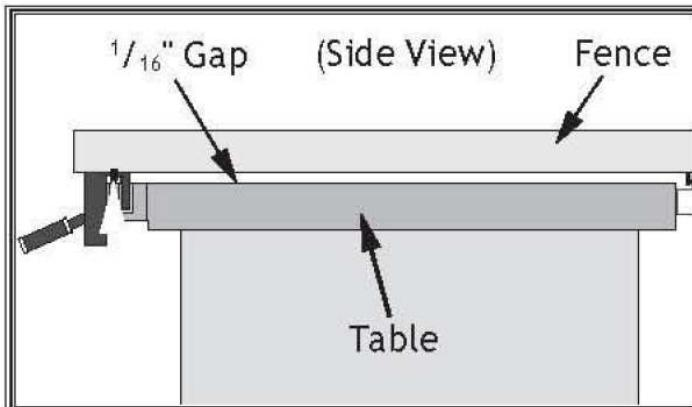

Рисунок 115. Пример регулировки зазора между параллельным упором и столом примерно $1/16$ " спереди назад.
- Если зазор одинаковый от передней части стола до задней (см. рисунок 115), то никаких дополнительных регулировок не требуется. Перейдите к зажиму ручки параллельного упора.